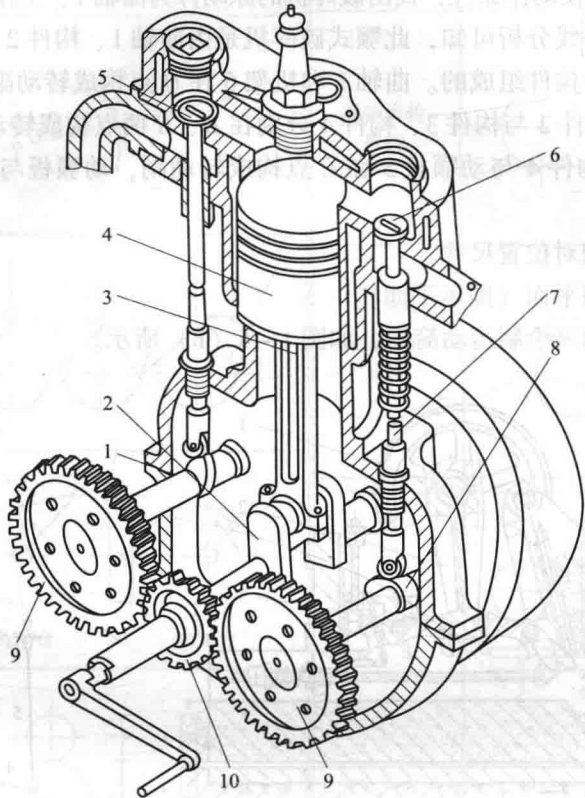

图1-7 单缸内燃机
①根据单缸内燃机结构图，如图1-7所示，并结合动作原理找出内燃机的原动件为活塞4，固定件（机架）为气缸体1。
②沿着运动传递路线分析可知：此内燃机是由气缸体1、活塞4、连杆3、曲轴2、齿轮10、齿轮9（两个）、凸轮8（两个）、推杆7（两个）等构件组成。其中活塞4与机架1构成移动副，活塞4与连杆3构成转动副，连杆3与曲轴2构成转动副，小齿轮10与大齿轮9（两个）构成高副，凸轮与滚子（两处）构成高副，滚子与推杆7（两处）构成转动副，推